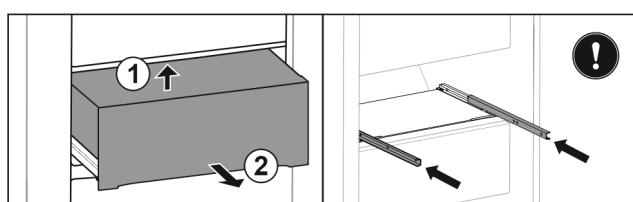

Fig. 135
- Приподнимите выдвижной ящик сзади снизу. Fig. 135 (1)
- Извлеките выдвижной ящик движением вперед. Fig. 135 (2)